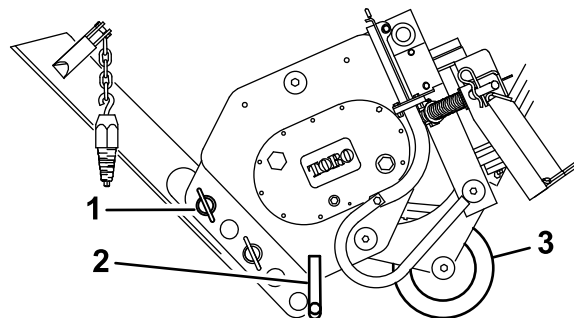

図 4
3. ブレードを上げて、図 4 のようにリンチピンとクレビスピンで固定する。
4. プラウを前方に傾けて床面トレーラの荷台まで下げ、スタンドとコールターでプラウの重量を支える形にする 図 4。